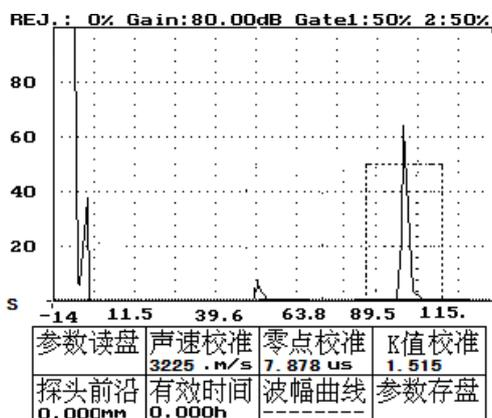

图 18-38
8、按进入键——进入探头前沿设置功能，屏幕显示如图 18-38 所示。同时在探头前沿参数下有一“—”光标，提示用户在光标提示处输入新的测量得到的探头前沿参数值。
- 8、按进入键——进入探头前沿设置功能，屏幕显示如图 18-38 所示。同时在探头前沿参数下有一“—”光标，提示用户在光标提示处输入新的测量得到的探头前沿参数值。